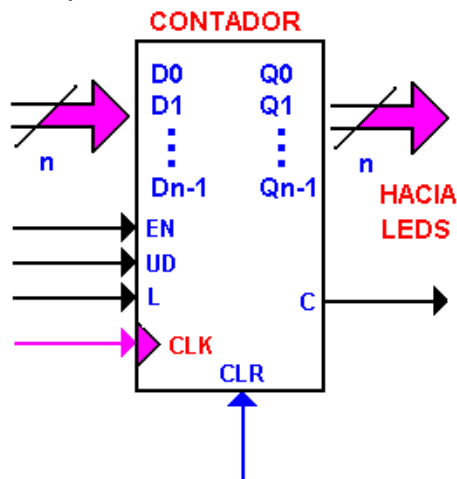

Ilustración 3 Símbolo del contador.
**1B.** Realizar un programa en HDL que permita implementar el diseño de un contador genérico como el que se muestra en la ilustración 3.